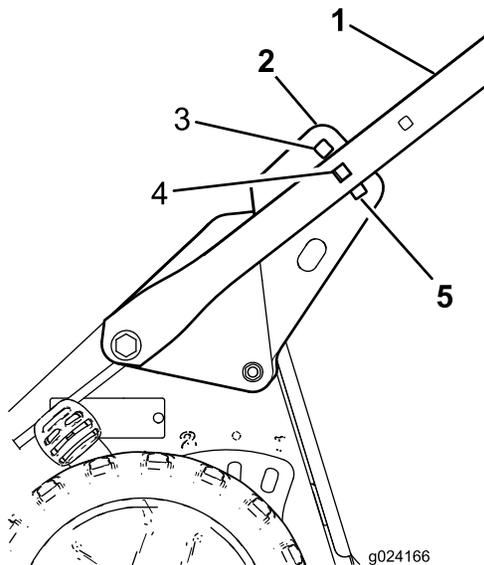

Figura 4
- Sistematemi dietro la macchina in posizione di guida per determinare l'altezza della stegola più adatta a voi (Figura 4).